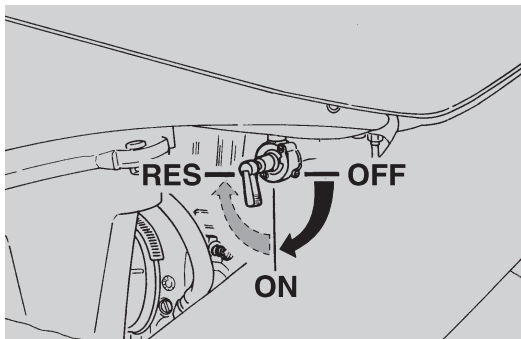

Fig. 22
- girare in posizione "ON" il rubinetto del carburante (Fig. 22);
- agire sul pulsante di avviamento "Ⓢ" (2-Fig. 22), con la manopola di comando gas rilasciata.